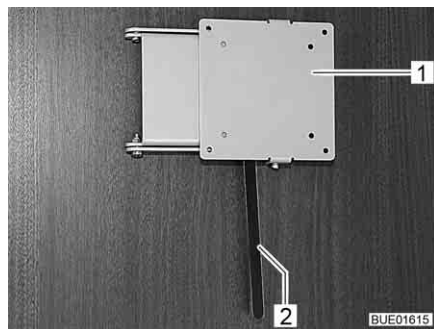

Fig. 51 Support avec levier de déverrouillage
- Pousser le levier de déverrouillage (Fig. 51,2) sur le côté et pivoter le support (Fig. 51,1) et l'écran plat pour les amener en position souhaitée.
- Pivoter l'écran plat en sens inverse, jusqu'à ce que le support (Fig. 51,1) s'enclenche dans le verrouillage.